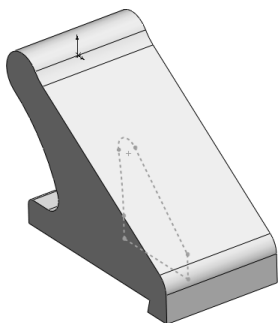

图 2-150 绘制切割用的闭合曲线
STEP 7 进入前视基准面的“草绘”模式, 以“STEP 6”中显示出来的图线为参照, 绘制出与此图线中的虚线部分完全重合的图形(且使用实线绘制), 如图 2-150 所示。